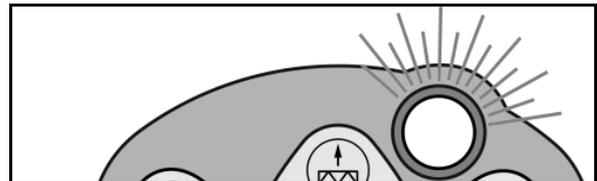

Рис. 77
4. Подтвердите введенные установки и внесите значение шкалы, отображаемое через положение рычага редуктора на шкале, в открывшемся окне меню (Рис. 77).